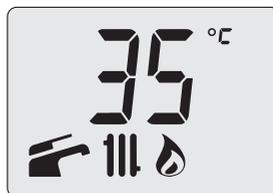

Figura 7.7
- Pulsando el botón 18 (Figura 7.2) se sale de la "modalidad de programación" (Figura 7.7).